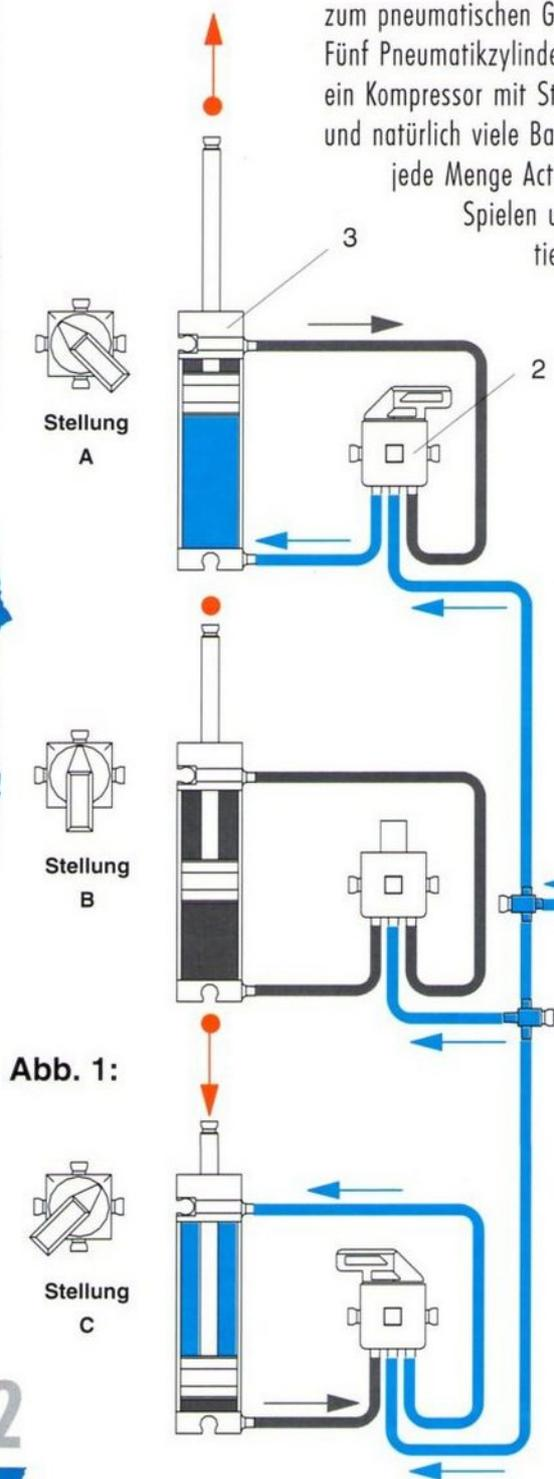

Abb. 1:
In **Abb.1** ist das ganze Pneumatik-System dargestellt. Es besteht im wesentlichen aus dem Kompressor (1), der die nötige Druckluft erzeugt, den Ventilen (2), durch die die Luft in die Zylinder weitergeleitet wird, sowie den Pneumatikzylindern (3), die in der Lage sind, die Energie der Druckluft in mechanische Bewegung umzusetzen.